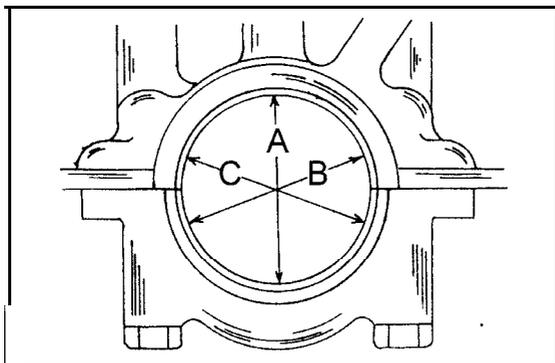

Bild 78
- Den Durchmesser der einzelnen Lager ausmessen, wie es in Bild 78 gezeigt ist, und der Reihe nach aufschreiben.
- Axialspiel nochmals kontrollieren, wie es bereits beim Ausbau der Kurbelwelle beschrieben wurde (siehe ebenfalls Bild 78). Falls das Spiel ursprünglich zu gross war, ersetzt man die Anlaufscheiben.